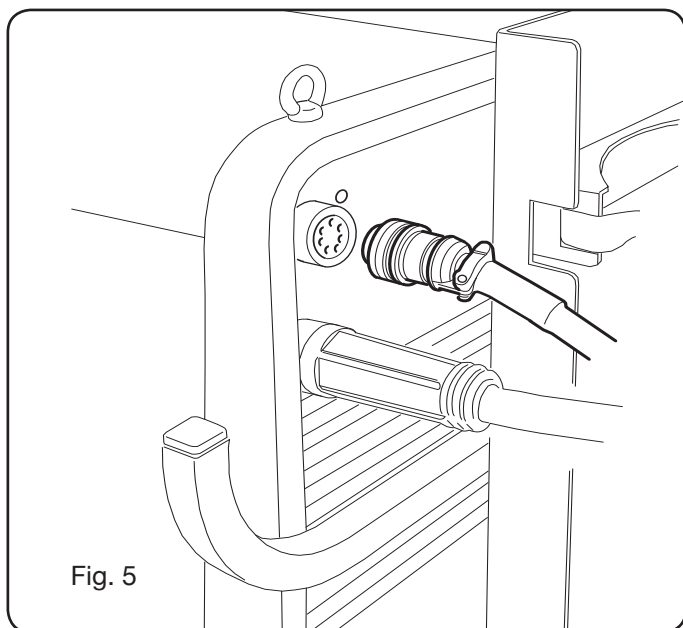

Fig. 5
- Verricht de aansluitingen aan de achterkant van de generator, zie Afb. 5